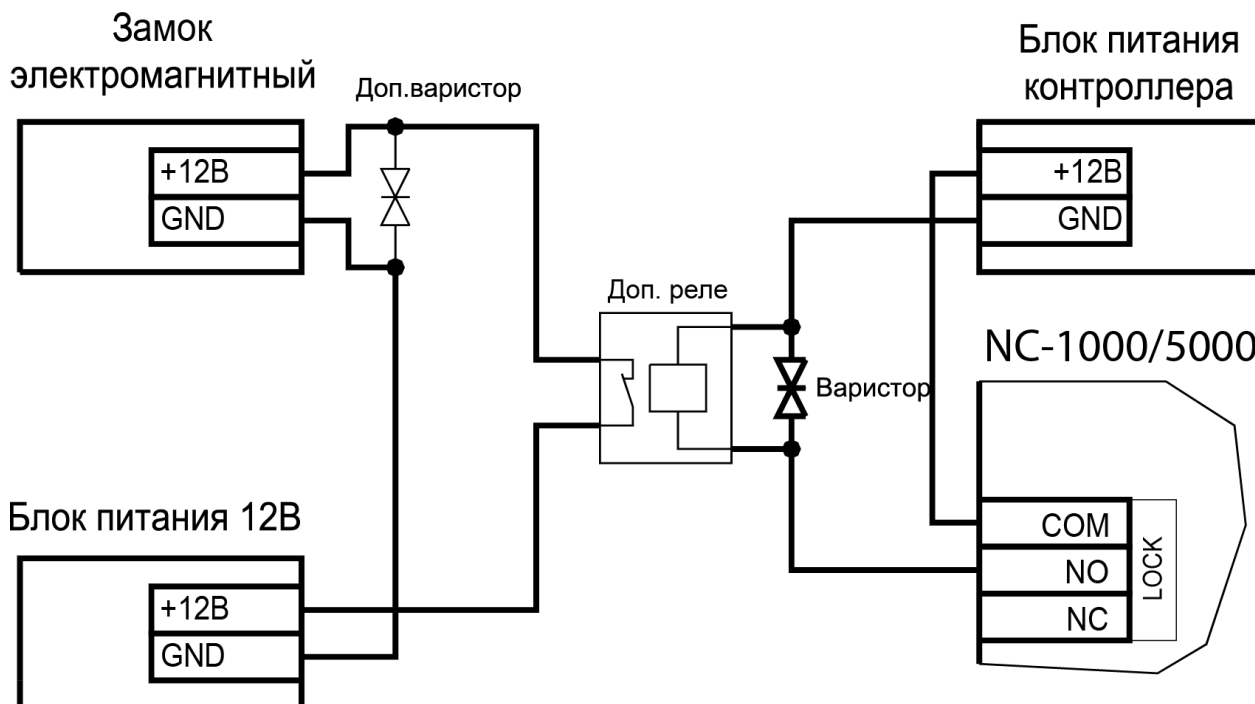

Рисунок 14. Схема подключения замка с большим током потребления
- Установите дополнительное промежуточное реле (рис. 14).
Реле должно срабатывать от напряжения 12 В, подаваемого от контроллера, а исполнительные контакты – обеспечивать длительную многократную коммутацию силовой цепи замка. Настоятельно рекомендуется установить дополнительный варистор на стороне замка (рис. 14). Обратите внимание, второй варистор в комплект поставки не входит.